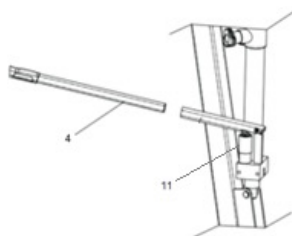

Fig. 6
1. Træk i håndtaget, og sæt håndtaget (4 - fig. 6) ind i cylinderen (11 - fig. 6) som vist nedenfor.